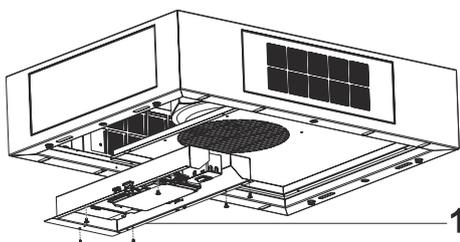

Fig. 16
6. ➔ Installare la scatola del circuito elettronico con 6 viti sulla scatola del motore (Fig. 16).